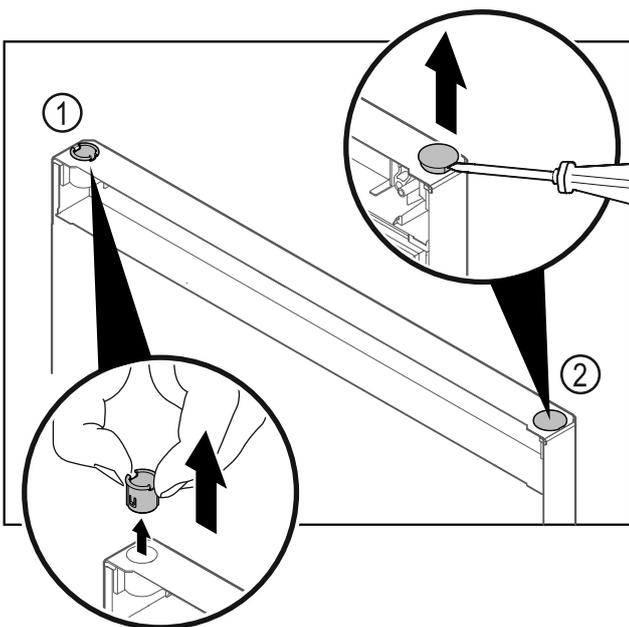

Fig. 11
- ▶ Estrarre la boccola cerniera Fig. 11 (1) con le dita.
- ▶ Con un cacciavite a testa a intaglio sollevare con cautela il tappo Fig. 11 (2) ed estrarlo.